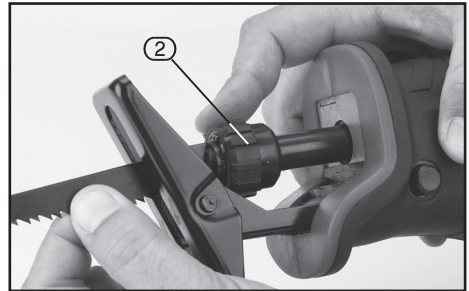

FIG.5
9.2 QUICK CHANGE BLADE FUNCTION – FIG. 5